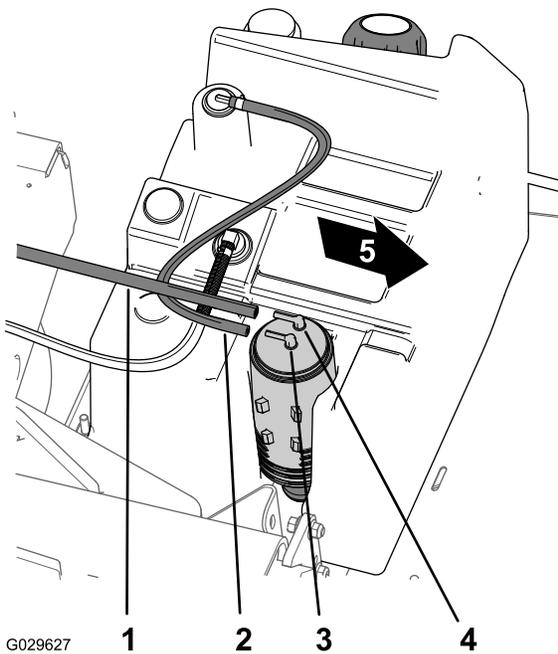

图 49
1. 从碳罐上标记为“净化”的接头上取下真空软管图 49。
2. 从碳罐上标记为“油箱”的接头上取下燃油软管图 49。
- 将真空软管连接到碳罐上标记为“净化”的接头上将燃油软管连接到标记为“油箱”的接头上图 49。